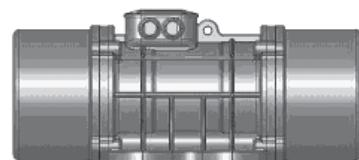

Fig. 2
- The fixing surface must be level so that the vibrator feet rest uniformly and perfectly in contact with the fixing surface, to avoid internal stresses which can lead to breakage of the vibrator feet (fig.2 - 3).
- Die Anschlussfläche muss eben sein, damit die Füße des Unwuchtmotors gleichmäßig aufstehen und einen perfekten Kontakt mit der Befestigungsfläche haben, um interne Spannungen zu vermeiden, die zum Bruch der Füße des Unwuchtmotors führen könnten (Abb. 2 - 3).
- La surface de fixation doit être plate de manière à ce que les pieds appuient uniformément et soient parfaitement en contact avec la surface de fixation, pour éviter des tensions internes pouvant provoquer la rupture des pieds du motovibrateur (fig. 2 - 3).
- La superficie di attacco deve essere piana in modo che i piedi del vibratore appoggino uniformemente e siano a perfetto contatto con la superficie di fissaggio, onde evitare tensioni interne capaci di portare alla rotura dei piedi del motovibratore (fig.2 - 3).